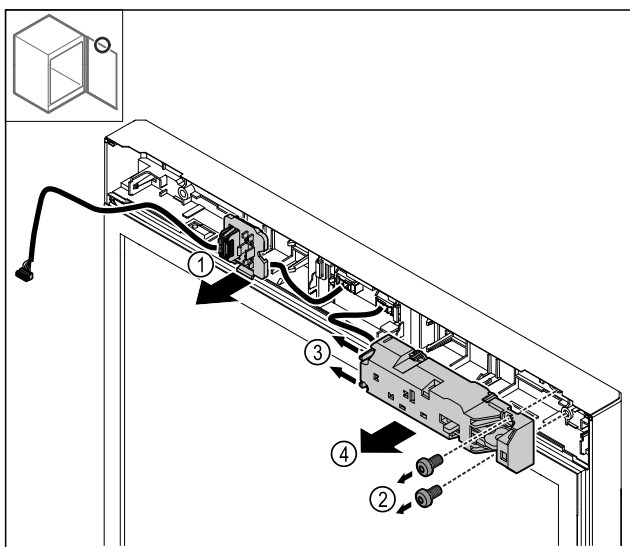

Fig. 22
- Držák zástrčky Fig. 22 (1) uvolněte.
- Odstraňte šrouby Fig. 22 (2).
- Nosy zářezky Fig. 22 (3) stlačte na stranu a sejměte elektrický zámek Fig. 22 (4).